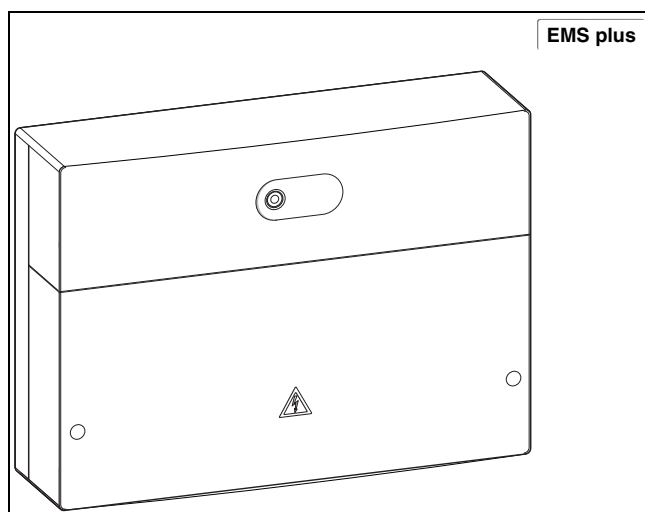

Fig. 2 HM200.2/MH200-1
- Module électronique pour systèmes hybrides (accessoires, →fig. 2).